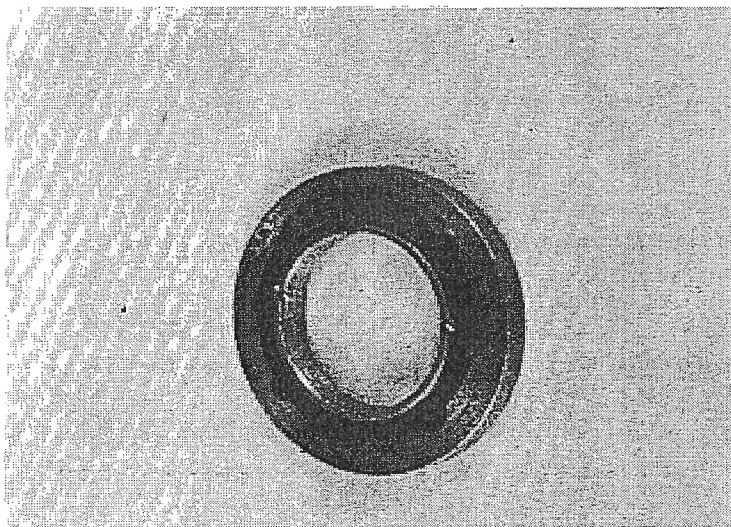

FIG. 169
8. El anillo distribuidor es un disco grande tipo arandela que tiene ocho agujeros labrados en el. En su parte baja hay un muelle fino ondulado enganchado a una punta en el disco (Fig 169) Comprueba el muelle por si estuviera roto o partido. Debería estar separado del disco en solo dos puntos a 180 grados uno de otro y sujetados por dos picos en la punta del disco (two stake marks on the lip of the disc). Si el anillo distribuidor muestra señales de desgaste o daño cámbiala ya que podría afectar seriamente al funcionamiento de la horquilla.